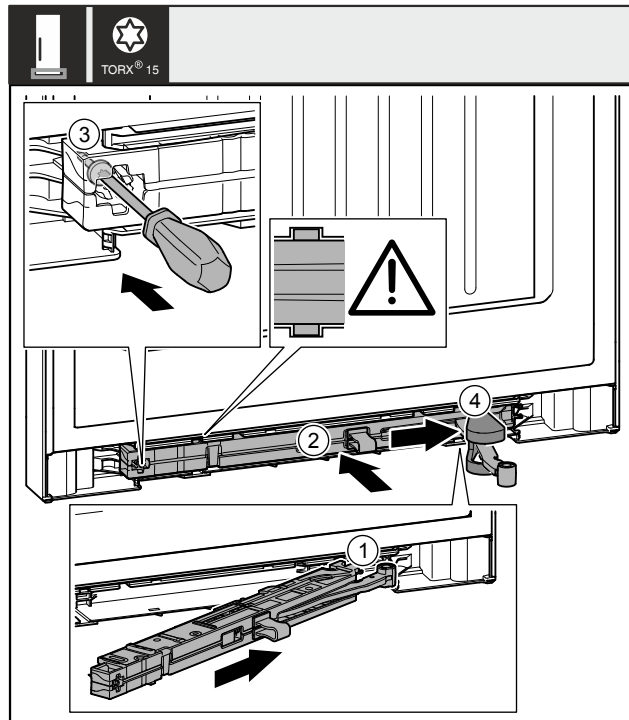

Fig. 52
- ▶ Skub lukkedæmperenheden Fig. 52 (1) skråt helt ind i udsparringen på hængselssiden.
- ▶ Skub lukkedæmperenheden Fig. 52 (2) helt ind i udsparringen.
- ▶ Skru skruen Fig. 52 (3) fast med en skruetrækker.
- ▶ Skub afdækningen Fig. 52 (4) hen over leddet.